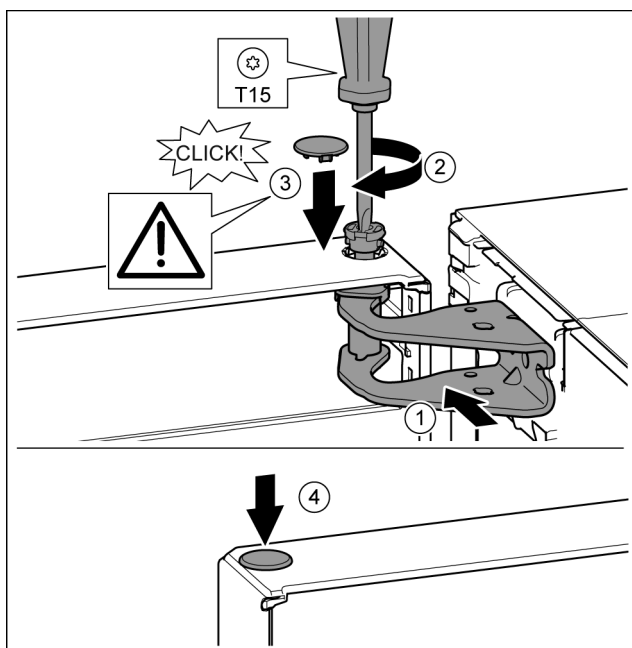

Fig. 20
- ▶ Dveře nahoře vyrovnejte s otvorem ve stojanu ložiska. Fig. 20 (1)
- ▶ Vložte čep a pevně jej utáhněte šroubovákem T15. Fig. 20 (2)
- ▶ K zajištění dveří namontujte bezpečnostní kryt: Bezpečnostní kryt nasadte a zkontrolujte, zda přiléhá na dveře. V opačném případě čep zcela zasuňte. Fig. 20 (3)
- ▶ Vložte zátku. Fig. 20 (4)